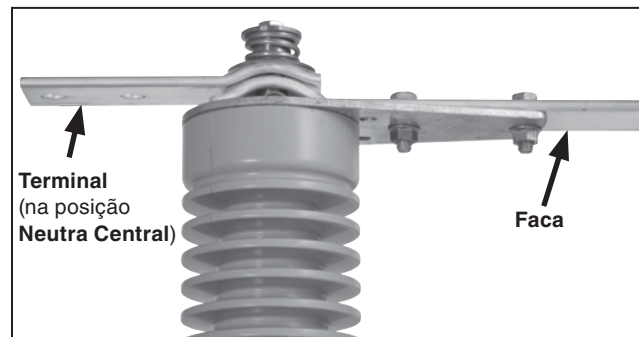

Figura 26. Coloque o terminal articulado na posição Neutra Central.
- Coloque o terminal articulado na posição neutra central. Ver Figura 26.